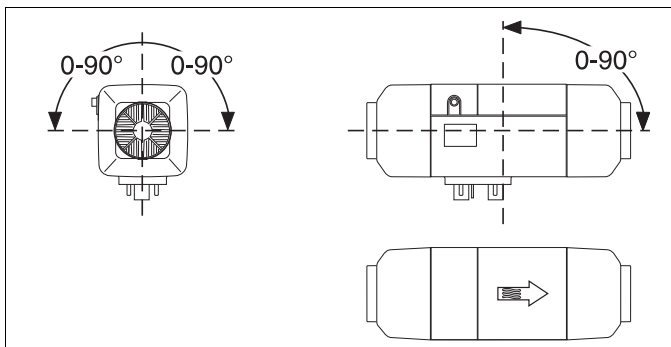

bild 8 Tillåtna monteringslägen för dieseldrivna luftvärmare
se bild 4 och bild 8
- Beakta lutningsvinkel (se bild 8).